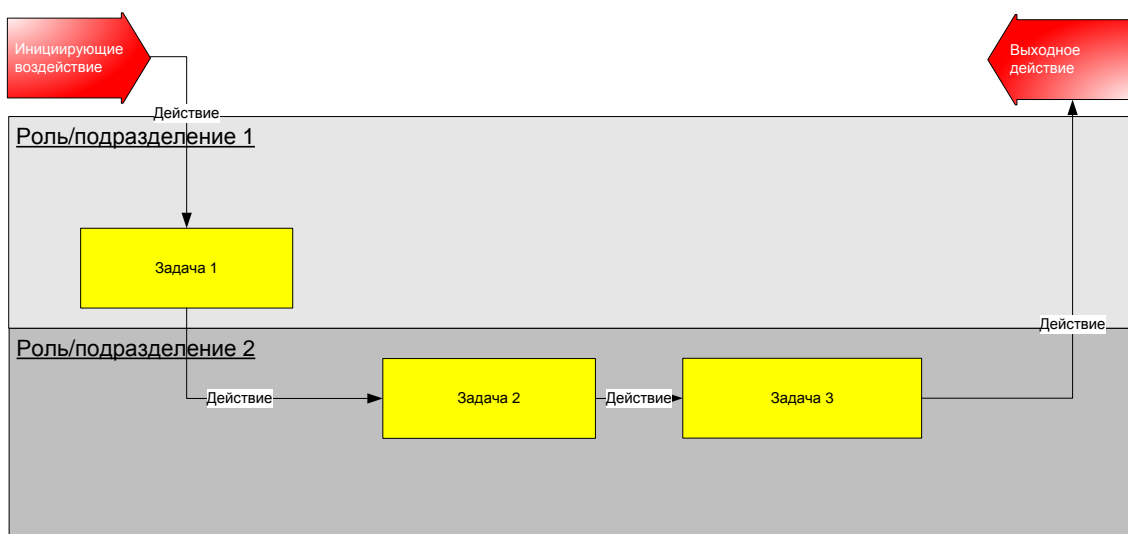

Рисунок 1 Шаблон для изображения процесса
1. Схематичное изображение пройденного процесса. Шаблон для изображения процесса представлен на **рис.** Рисунок 1.